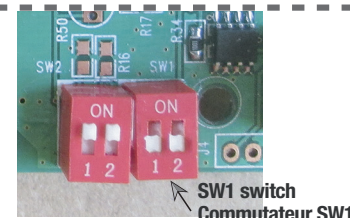

Fig. 5
9. Set the time delay for emergency lights by adjusting the SW1 switch (placed on the circuit board, inside the unit) (see Fig. 5 on the next page).
9. Régler la temporisation des lampes de secours en réglant le commutateur SW1 (placé sur la carte de circuit imprimé, à l'intérieur de l'unité) (voir Fig. 5 sur la page suivante).